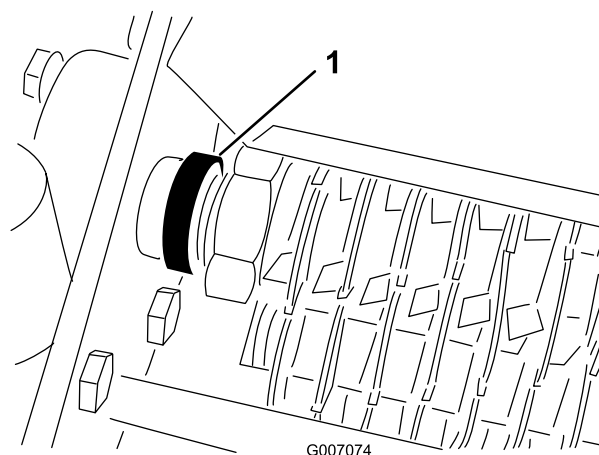

Figura 13
4. Rimuovere le viti di fermo dai collari di sicurezza sui cuscinetti del cilindro (Figura 13).